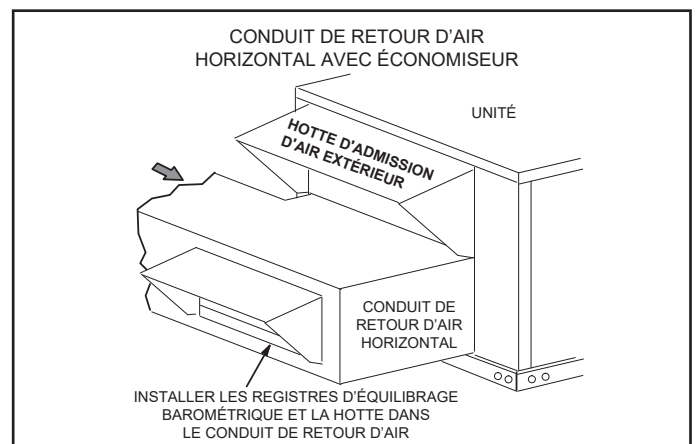

FIGURE 6
- Installez le conduit de retour d'air sous l'admission d'air extérieur. Reportez-vous à la FIGURE 6. Installez le registre d'équilibrage barométrique dans la hotte inférieure et installez-le dans le conduit comme indiqué à la FIGURE 6.